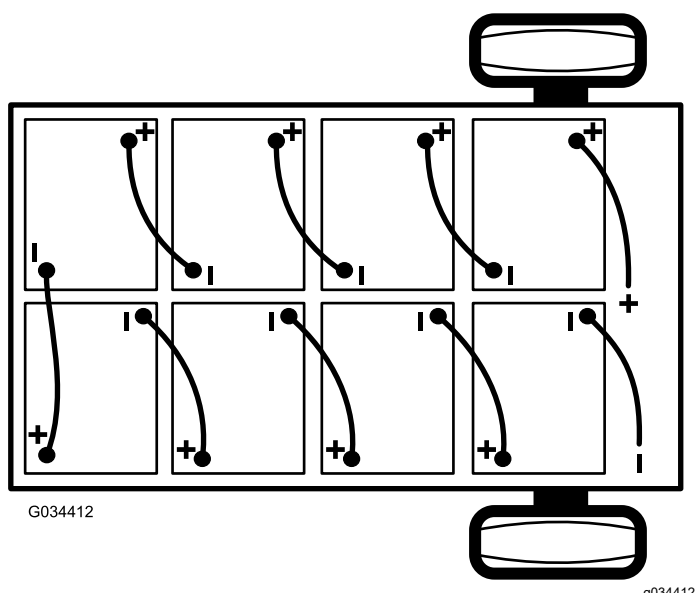

Figura 41
2. Scollegate il cavo negativo principale della batteria (nero) che collega la serie di batterie al punto di messa a terra della macchina (Figura 41).
3. Scollegate il cavo positivo principale della batteria (rosso) che collega la serie di batterie al contactore principale della macchina (Figura 41).
**Nota:** Prestate attenzione alla polarità delle batterie quando montate le batterie nuove (Figura 41).
6. Collegate le batterie come mostrato in Figura 41 con i cavi interconnessi alle batterie rimossi al punto 1.
2. Collegate il cavo positivo principale (rosso) della batteria tra la serie di batterie e la macchina (Figura 41).
3. Collegate il cavo negativo principale (nero) della batteria tra la serie di batterie e la macchina (Figura 41).